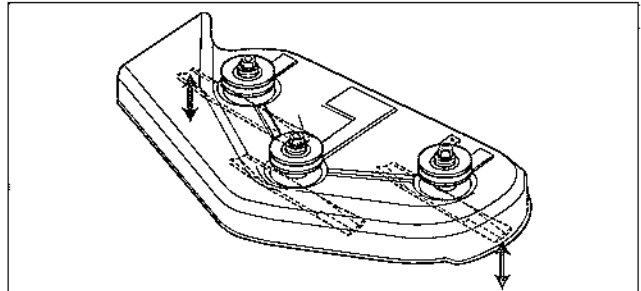

Figure 32. Orienter les lames latéralement
3. Placer la tondeuse en position de coupe haute. Orienter les lames de la tondeuse de façon à ce qu'elles pointent sur les côtés (Figure 32).
4. Voir la Figure 32. Mesurer la distance entre les extrémités extérieures des lames et le sol. S'il y a une différence de plus de 3 mm d'un côté à l'autre, passer à l'étape 5. Si la différence est inférieure à 3 mm, voir « Mise à niveau longitudinale ».